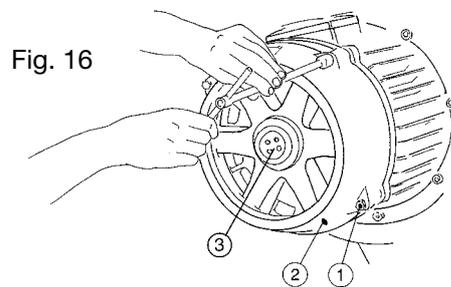

Fig. 16
Smontaggio e montaggio: verificare che non ci sia un carico applicato, svitare le viti pos. 1 (Fig. 16), togliere la campana freno pos. 2 (Fig. 16) e togliere la ghiera di regolazione pos. 3 (Fig. 16) freno con l'apposita chiave (Fig. 17). Con l'ausilio di un estrattore togliere la ventola freno pos. 4 (Fig. 18). Montare la nuova ventola spingendola in avanti con l'ausilio di mazzuola di piombo, rimontare la campana freno pos. 2 (Fig. 16) e le viti pos. 1 (Fig. 16), quindi procedere alla regolazione come indicato nel capitolo "regolazione ventola freno" a pag. 53.